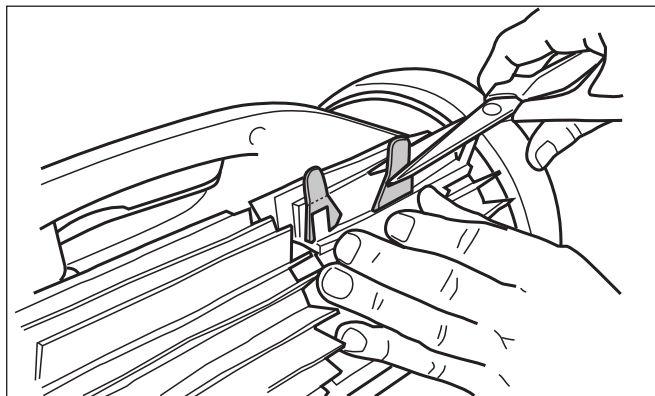

Figure 24. Couper les ongles
5. Utiliser une paire de ciseaux pour couper les languettes à 3/4 pouce du talon, de sorte qu'elles ne soient pas plus hautes que la lame de nettoyage (Figure 24).